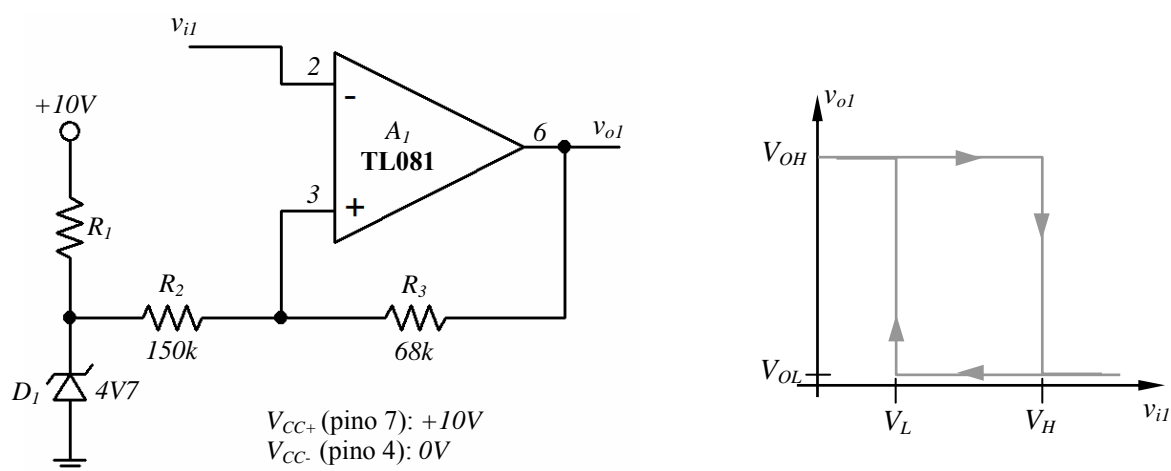

Fig. 7.8
O comparador com histerese (ou *Schmitt trigger*) é baseado no OpAmp TL081 e deve ser o primeiro circuito a montar e a testar separadamente. O esquema eléctrico é o representado na fig. 7.8.
Este circuito compara a tensão de entrada v_{il} com uma de duas tensões de referência, V_L ou V_H , tal como sugerido pela característica entrada/saída representada na fig. 7.8. Se a saída do circuito estiver no estado $v_{ol} = V_{OH}$, a tensão de referência usada é V_H . A tensão de saída manter-se-á em V_{OH} se v_{il} for inferior a V_H . Caso contrário a saída mudará para o estado $v_{ol} = V_{OL}$. Neste estado a tensão de referência passa a ser V_L .
b) Monte o circuito da fig. 7.8 numa das extremidades da placa branca. Regule o gerador de sinal da bancada para fornecer um sinal triangular de 100Hz, a variar de 0 a 8.5V, e ligue este sinal na entrada v_{il} do circuito. Visualizando simultaneamente no osciloscópio os sinais v_{il} e v_{ol} , determine os valores de v_{il} para os quais o comparador muda de estado. Estas são as tensões de comparação V_L e V_H . Registe também o valor dos níveis de tensão V_{OH} e V_{OL} .